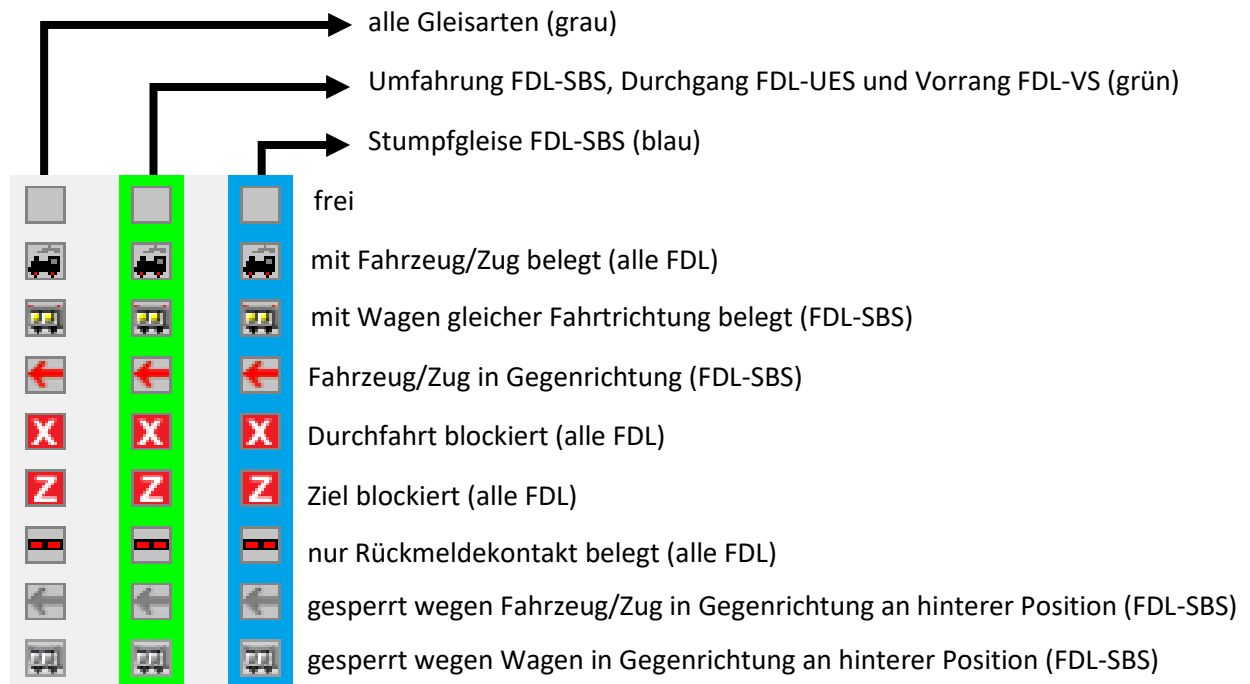

Abb. 14.1
- In der erweiterten Statusanzeige (Spalte 1/2) können je nach FDL-Typ noch weitere grafische Infos zu den FAZ erscheinen (Abb. 14.1):